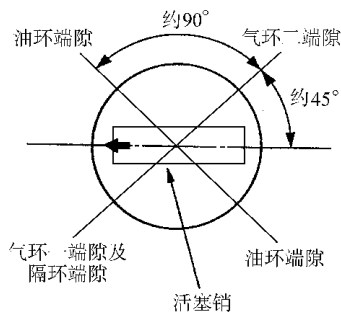

图 2-47 活塞环端隙位置
- 6) 在槽中转动活塞环，确认它们均未卡滞。活塞环端隙位置如图 2-47 所示。